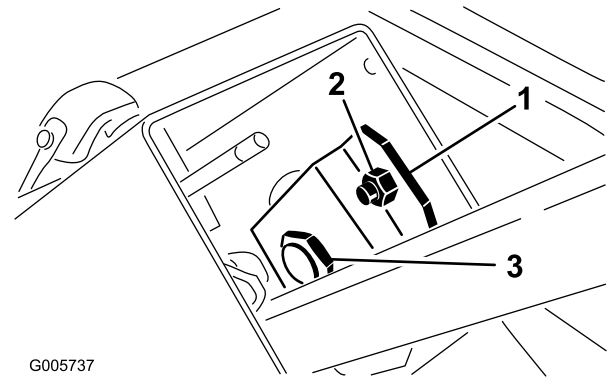

Figura 75
1. Retire o botão do travão de estacionamento e os parafusos auto-roscentes da cobertura da coluna da direcção. Deslize a cobertura para cima de modo a expor o apoio de articulação (Figura 75).
2. Desaperte a porca pequena, rode o apoio da articulação até este estar bem apertado (Figura 75). Aperte novamente a porca pequena.